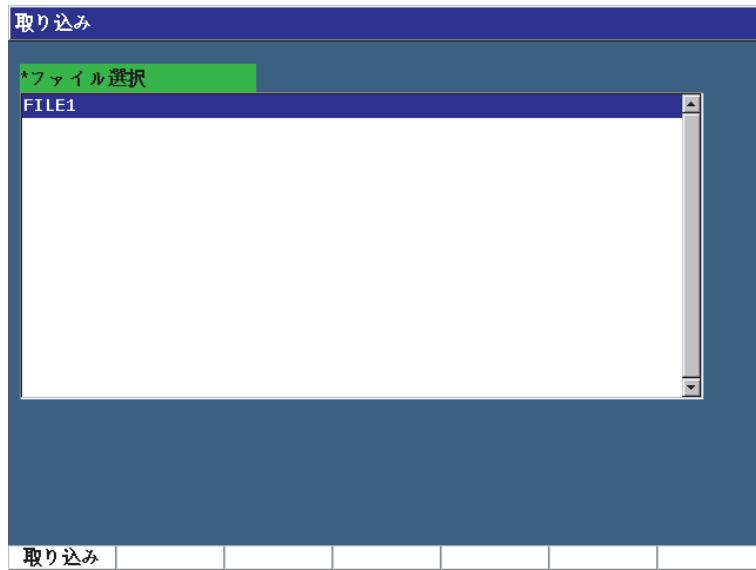

図 10-21 取り込み（メモ）ページ
1. インポートメモ (P7 キー) を押し、取り込みページを表示します (228 ページの図 10-21 参照)。